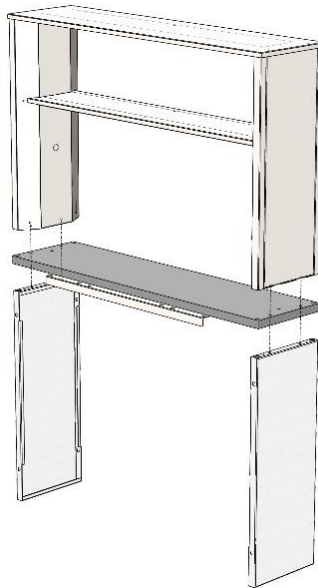

Рис. 3. Установка верхней части технологической приставки
- 6.4. Установить на каркасное основание верхнюю часть технологической приставки, предварительно выкрутив 4 винта М6x50 из нижней части рабочей поверхности (ближе к углам) и вкрутив их обратнo сквозь боковины тех. приставки (Рис. 3).